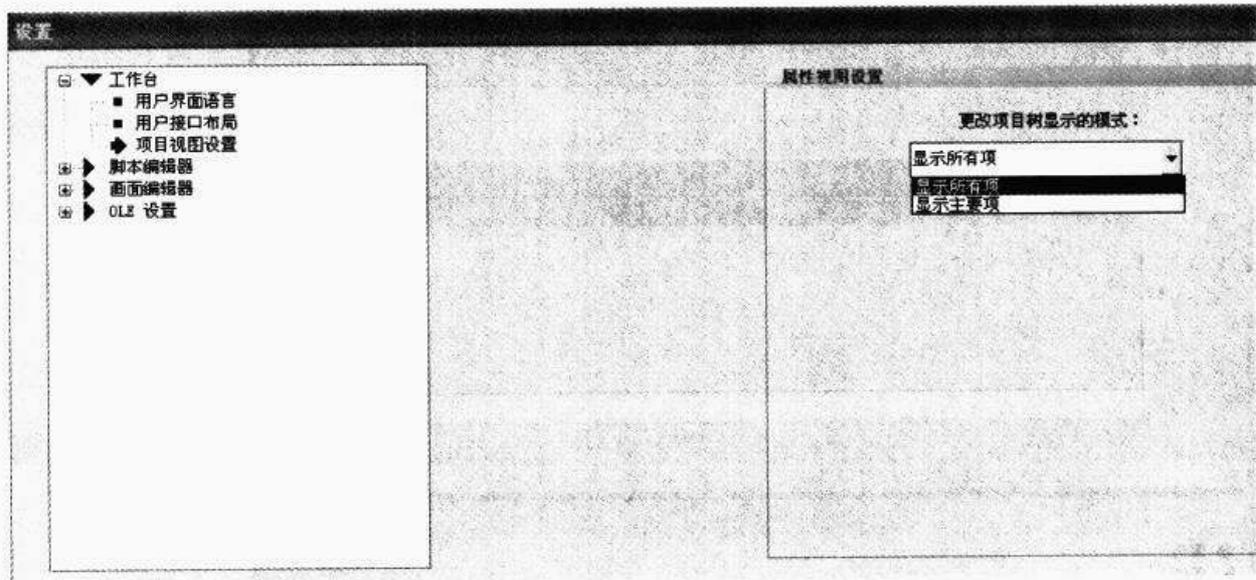

图 7-3 显示系统报警条目
- ① 选择菜单“选项”|“设置”。
- ② 打开“设置”对话框中的“工作台”|“项目视图设置”选项。
- ③ 在“切换项目树的显示模式”下拉列表框中选中“显示所有条目”选项。如图 7-3 所示。